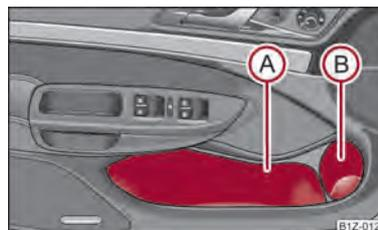

Fig. 82 Compartimento nas portas da frente
Para que a área de eficiência dos airbags laterais não seja influenciada, utilize a área (A) ⇒ Fig. 82 do compartimento só para colocar objectos que não sobresaiam.